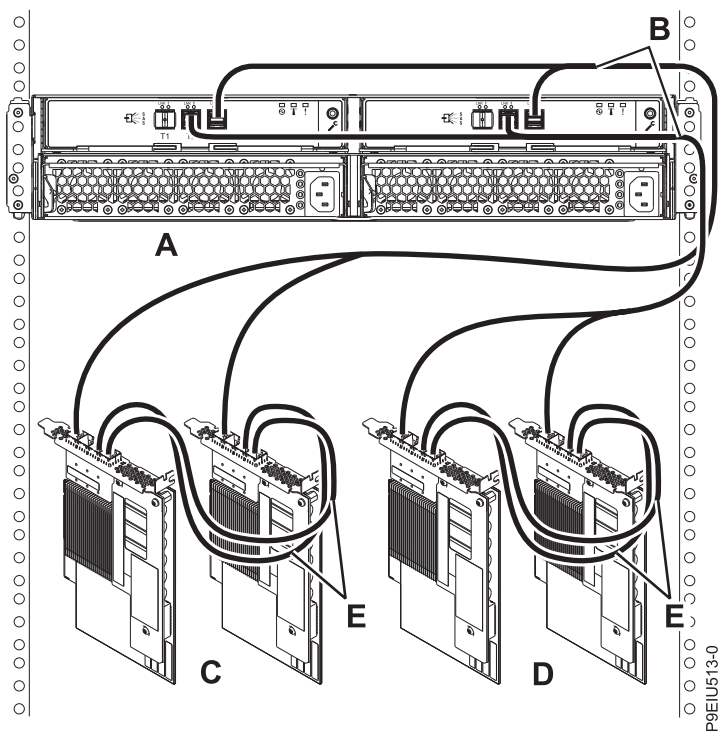

図 21. AA ケーブル付きの 2 対の FC EJ0L SAS アダプター・ペアまたは 2 対の FC EJ14 SAS アダプター・ペアへの X12 ケーブルを使用した、1 台の ESLS のモード 2 接続
21. AA ケーブル (E) 付きの 2 対の FC EJ0L SAS アダプター・ペア (C および D) または 2 対の FC EJ14 SAS アダプター・ペアへの X12 ケーブル (B) を使用して 1 台のエンクロージャー (A) のモード 2 接続を行います (25 ページの図 21 を参照)。次に、27 ページの『ケーブルと電源コードの接続およびカバーの取り付け』に進みます。